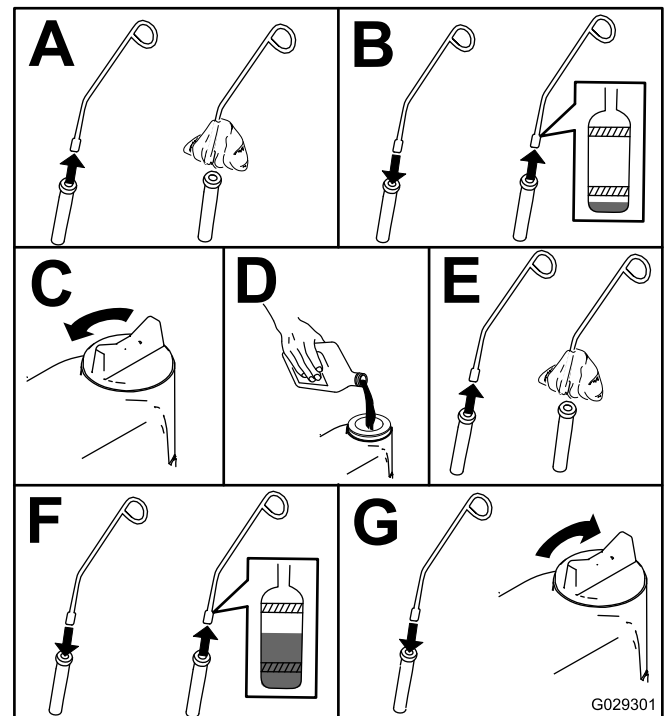

Figura 41
4. Compruebe el nivel de aceite del motor, según se muestra en Figura 41.